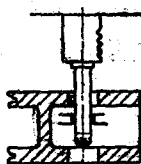

图 3
3) 镗孔：先镗上端孔（如图 3），但因钻杆较长，所以在钻杆的中部用中心架定位，以避免摆动。